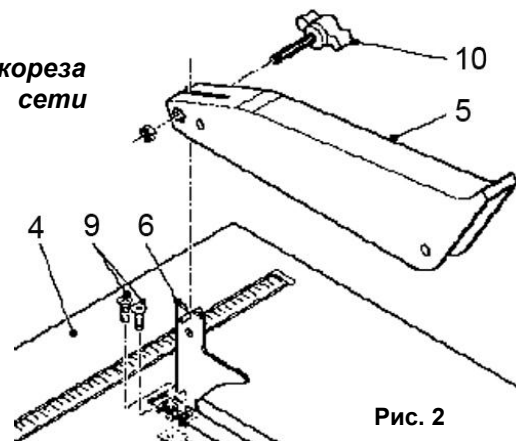

Рис. 2
Установка защитного кожуха (См. Рис.2)
- С помощью винтов закрепите расклинивающий нож (6) в посадочной нише рабочего стола (4)(См. Рис.2).
- На расклинивающем ноже (6) установите и зафиксируйте винтом (10) верхний защитный кожух (5).